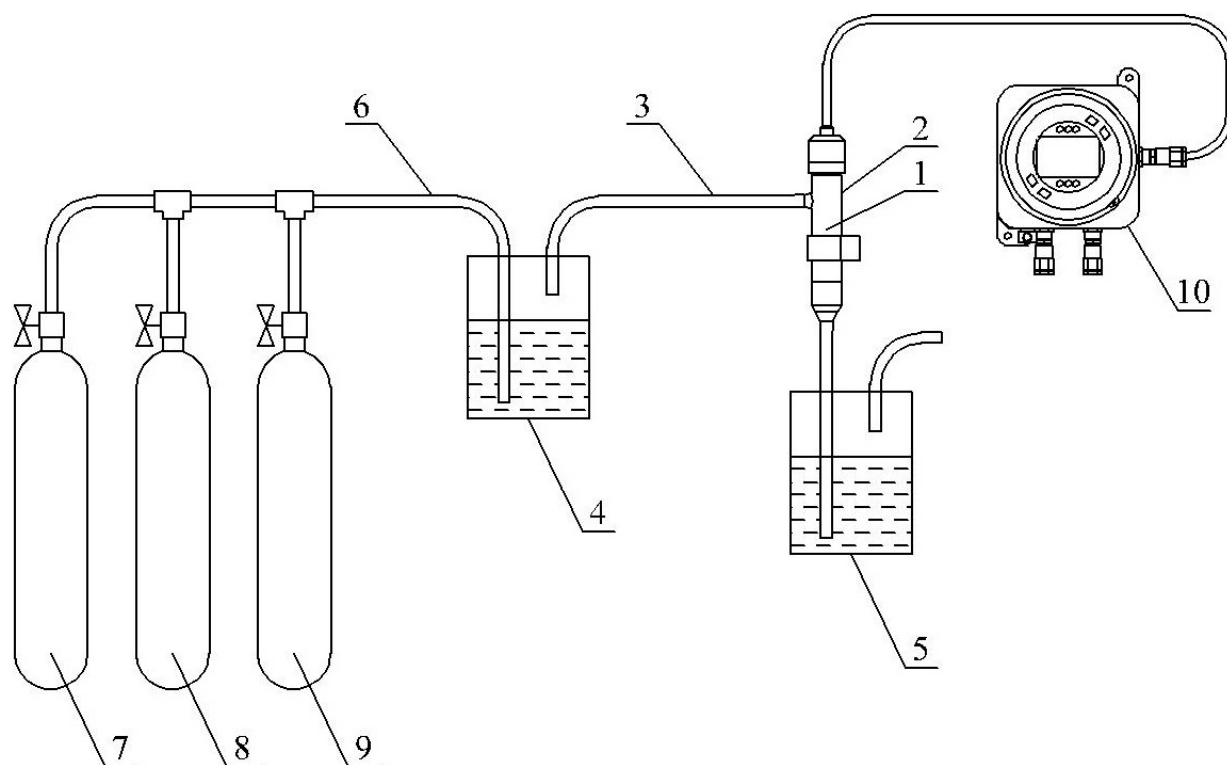

Рис.4.1. Схема установки.
Для проведения испытаний собирают установку показанную на рис. 4.1.
1. Выходную трубку измерительной камеры АСрН_2 (см. рис. 4.1) отсоединяют от увлажнителя и продувают атмосферным воздухом с помощью побудителя расхода (груша, или миникомпрессор»).
2. С помощью редуктора на одном из баллонов устанавливают расход ПГС равный 5 -10 пузырьков в минуту. После стабилизации показаний АСрН_2 в воздухе, выходную трубку подсоединяют к увлажнителю фиксируя время достижения 90% показаний от расчетной концентрации X_{ij} , вычисленной по формуле (1).